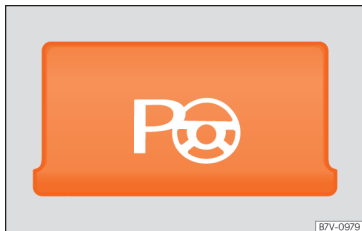

Abb. 251 Detail der Mittelkonsole: Taste zum manuellen Einschalten des Parklenkassistenten.
- **Bei Parklücken parallel zur Fahrbahn:** Taste »» **Abb. 251** so oft drücken, bis der gewünschte Parkmodus gewählt ist. In der Taste leuchtet eine Kontrollleuchte, wenn die Funktion eingeschaltet ist.
- **Bei Parklücken quer zur Fahrbahn:** Taste »» **Abb. 251** so oft drücken, bis der gewünschte Parkmodus gewählt ist. In der Taste leuchtet eine Kontrollleuchte, wenn die Funktion eingeschaltet ist.
- Drücken Sie die Taste . In der Taste **» Abb. 251** leuchtet eine Kontrollleuchte, wenn die Funktion eingeschaltet ist.